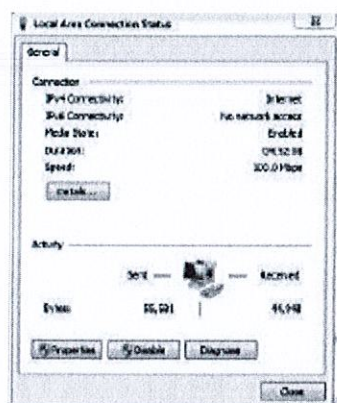

Рис. 6.2
(1) Нажмите "Start" -> "Routine"-> "Attachment"-> "Communication"-> "Network"; дважды нажмите "local connection" и введите "Local Area Connection Status" (см. Рис. 6.2).